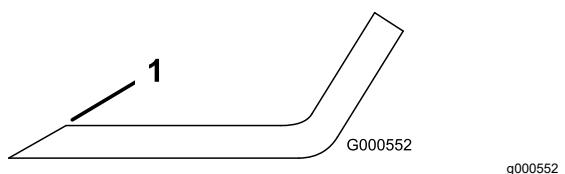

Figura 77
- Utilize uma lima para afiar aresta de corte em ambas as extremidades da lâmina (Figura 77).
Nota: Se lâmina não estiver equilibrada, lime algum metal da extremidade da aba apenas (Figura 77).